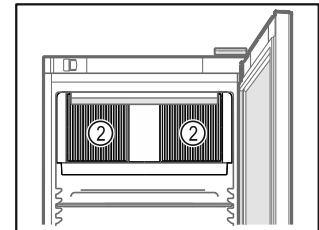

Fig. 57
- Lüftungsschlitze Fig. 57 (2) des Umluftgebläses im Innenraum freihalten.